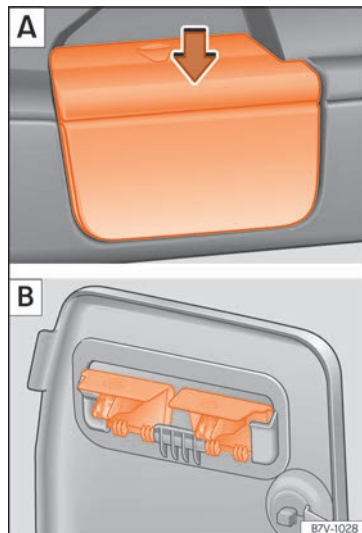

**Fig. 142** Retire los soportes de la bandeja A y guárdela de forma segura B.
- Retire la bandeja del soporte de los revestimientos laterales » » » fig. 142 A. Para ello, presione la bandeja hacia arriba (flecha) y extráigala.
- Abra el compartimento en el revestimiento lateral izquierdo posterior del maletero » » » pág. 166 y enganche la bandeja en la parte trasera de la tapa del compartimento » » » fig. 142 B.